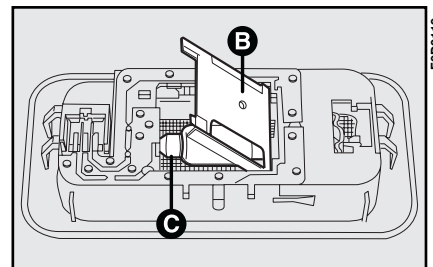

Abb. 32
2) Den Deckel **B**, Abb. 32 anheben und die durchgebrannte Lampe herausnehmen.